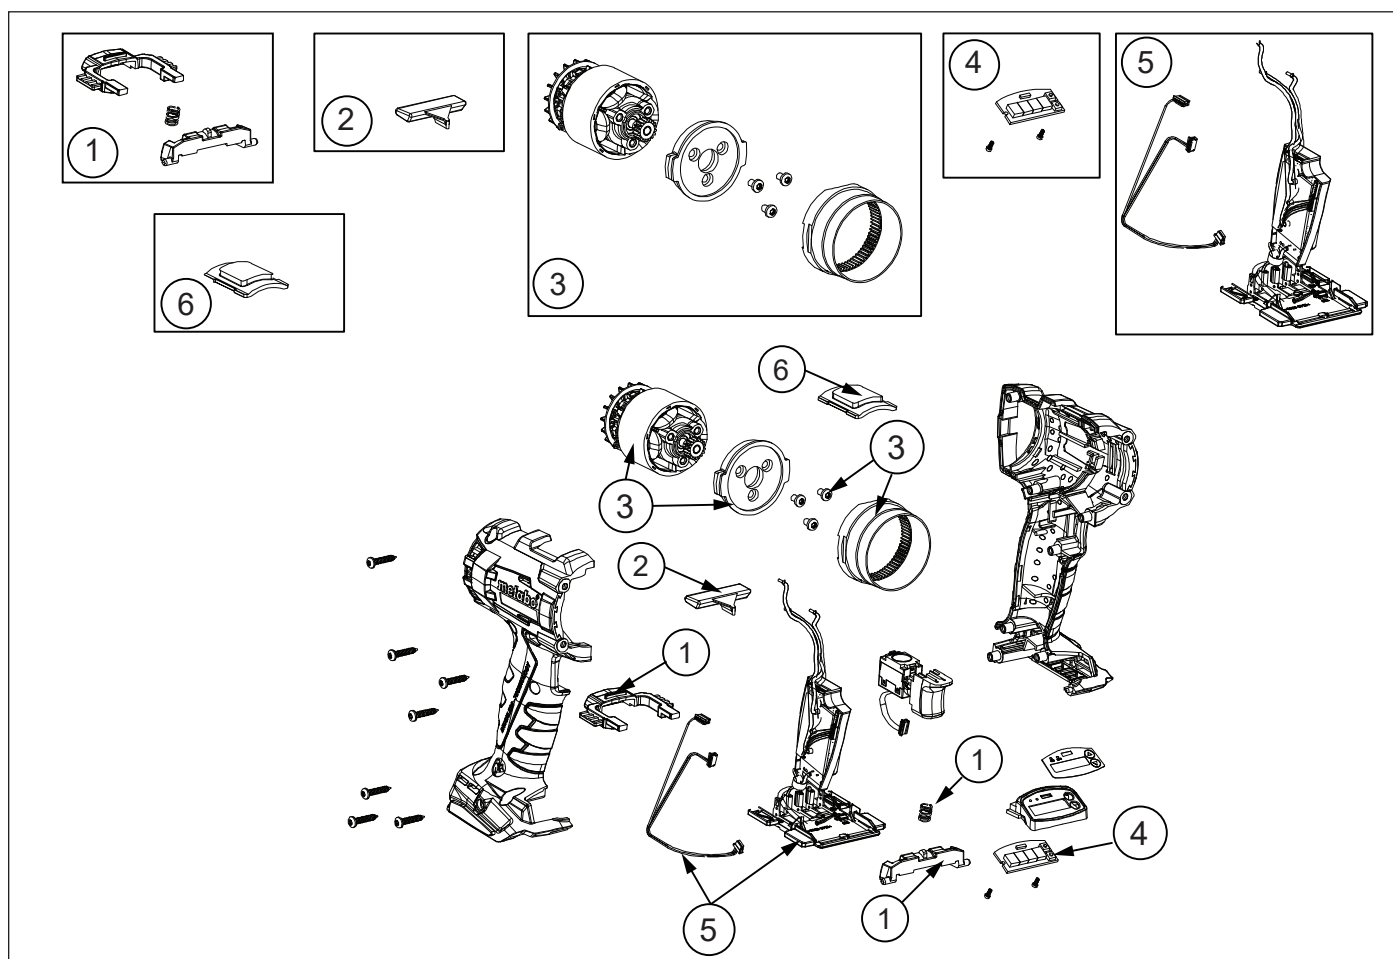

Figura 8: Kit di manutenzione BTW Handle
### 9.2.2 Kit di manutenzione BTW Handle (Figura 8)
9.3.1 Tabella delle parti (Figura 8)